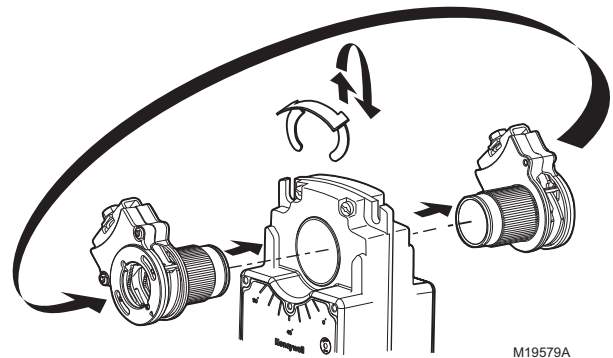

Fig. 42. Montage de l'accouplement de l'arbre sur le côté opposé de l'actionneur.
- (1) Repositionner le commutateur à action directe/inverse, ou
- (2) Remonter l'actionneur sur le support.
- d. Déplacer l'accouplement de l'adaptateur du côté opposé à l'actionneur, comme illustré sur la Fig. 42.
- (1) Retirer l'attache de fixation de l'accouplement de l'arbre et la mettre de côté pour une utilisation ultérieure.
- (2) Retirer l'accouplement de l'arbre d'un côté de l'actionneur.
- (3) Réinstaller l'accouplement de l'arbre sur le côté opposé de l'actionneur en l'alignant conformément à l'étiquetage de course.
- (4) Replacer l'attache de fixation sur l'accouplement de l'arbre en utilisant la rainure de l'accouplement.